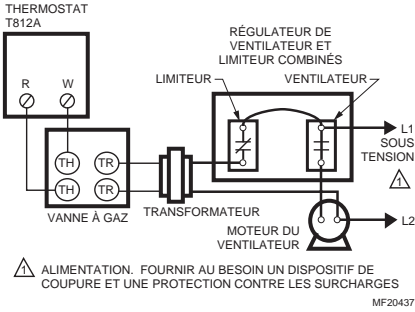

Fig. 4. T812A dans un système de chauffage au gaz typique.
4. Raccorder les fils aux bornes sur le devant de la plaque de commutation. Voir les Fig. 4 à 8.